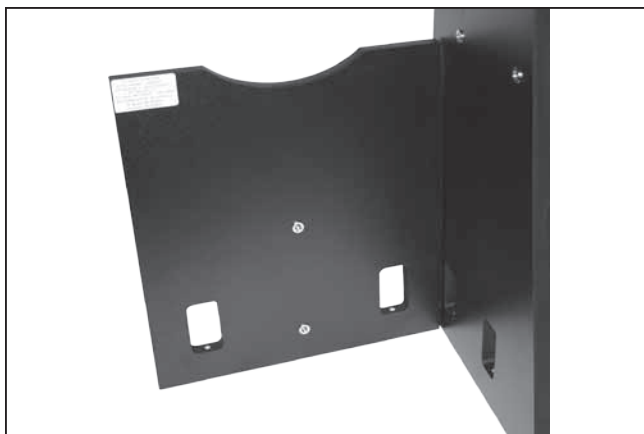

Figura 8. Sujete el panel delantero a cada panel lateral.
2. Conecte los paneles laterales al panel delantero (**Figura 8**). Utilice los tornillos de cabeza cilíndrica Allen de roscado grueso para ello. Hay agujeros iniciales sin roscado (sin el soporte de metal) para alinear estas piezas. Oriente los paneles laterales de manera que se orienten hacia el exterior la etiqueta ovalada XTg . Oriente el panel delantero para que los agujeros iniciales del asidero y portaocular se orienten hacia el exterior. El panel lateral con el motor sujetado es el panel izquierdo. Hay en total seis tornillos (tres para cada lado) para montar. Empiece insertando los tornillos